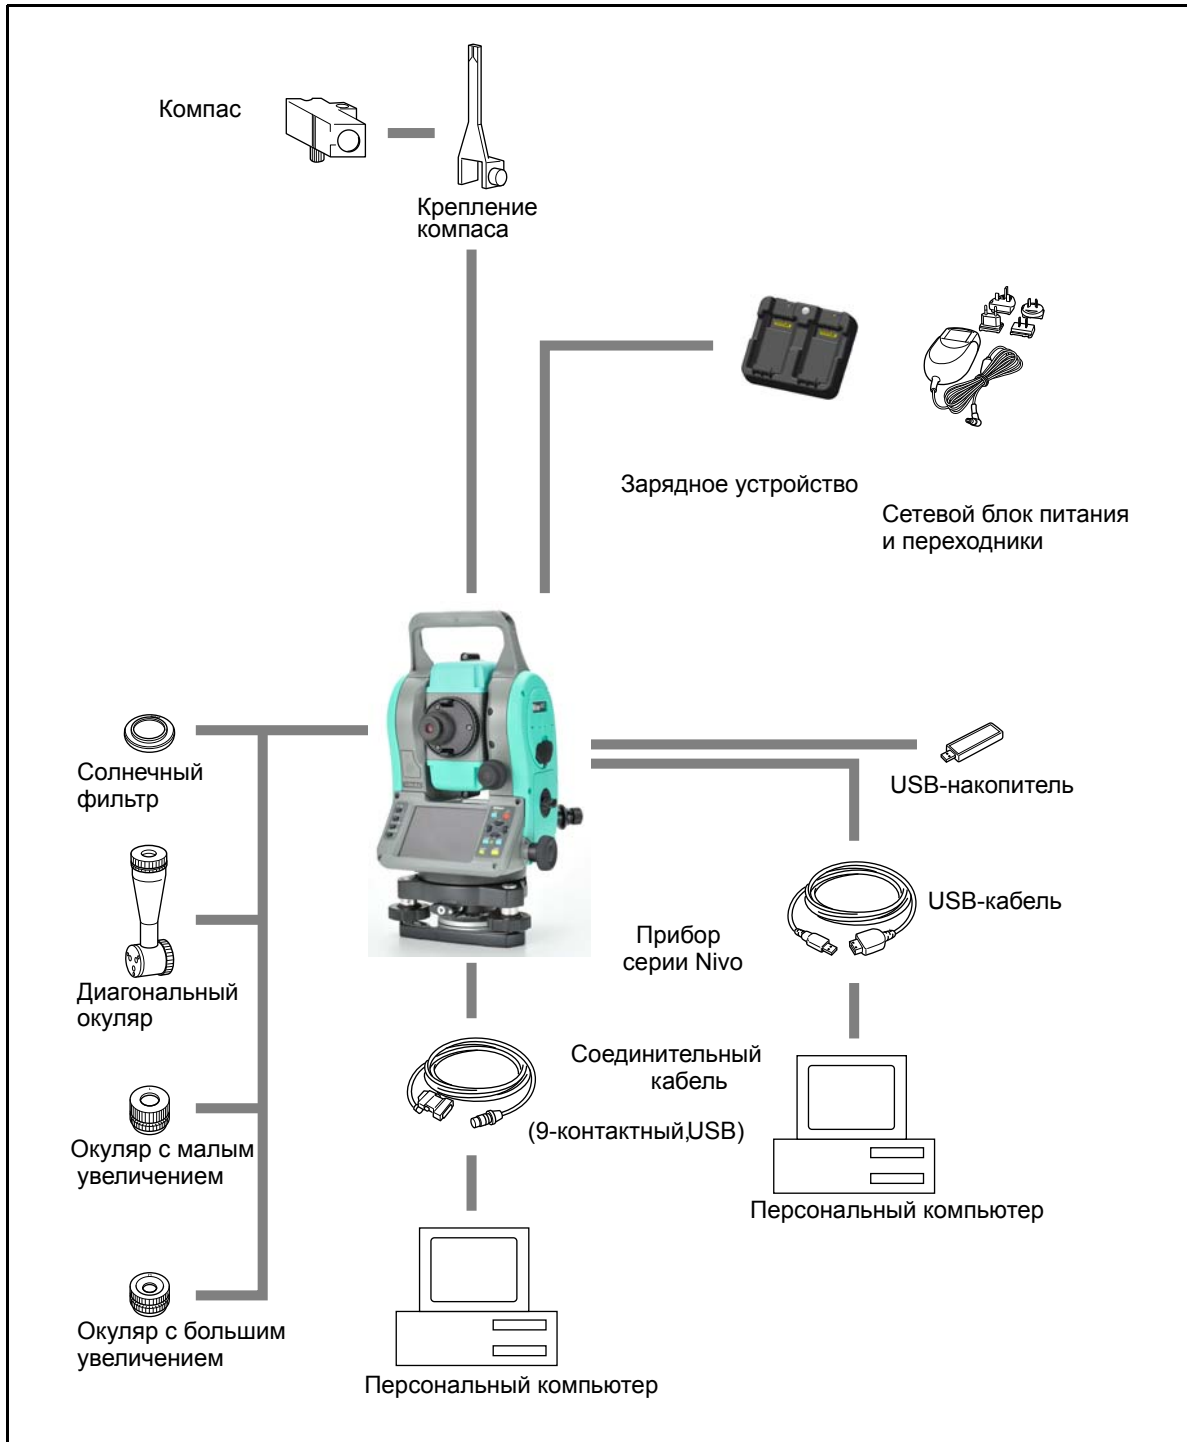

Рисунок 6.1 Компоненты измерительной системы
**ПРЕДОСТЕРЕЖЕНИЕ** – Соединения, не показанные на Рис. 6.1 на стр. 50 являются опасными для соединяемых приборов, используйте их на свой собственный риск.